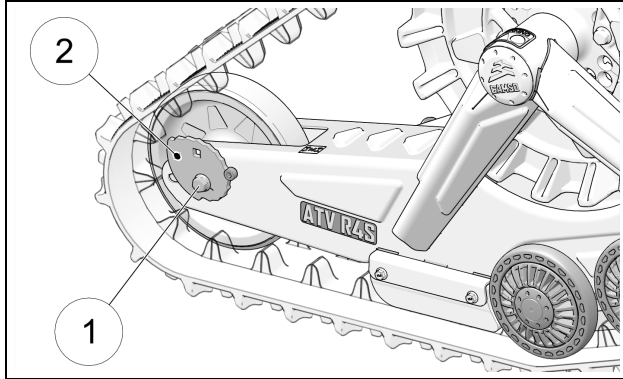

Figure 24
- Desserrer légèrement les deux boulons (1) d'arbre de roue, côté tendeur de chenille, afin de permettre aux cames tendeur (2) de tourner. Figure 24.